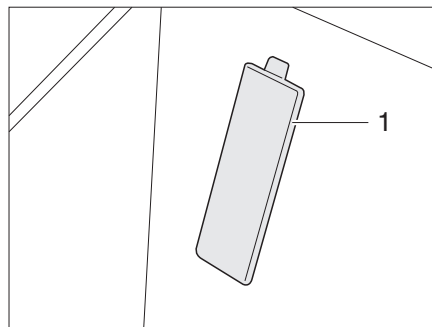

Fig. 304 Cache numéro de châssis (véhicule porteur Fiat)
- ▷ Le numéro de châssis se trouve derrière un cache (Fig. 304,1) dans la zone d'entrée, côté passager sur les véhicules porteurs Fiat.